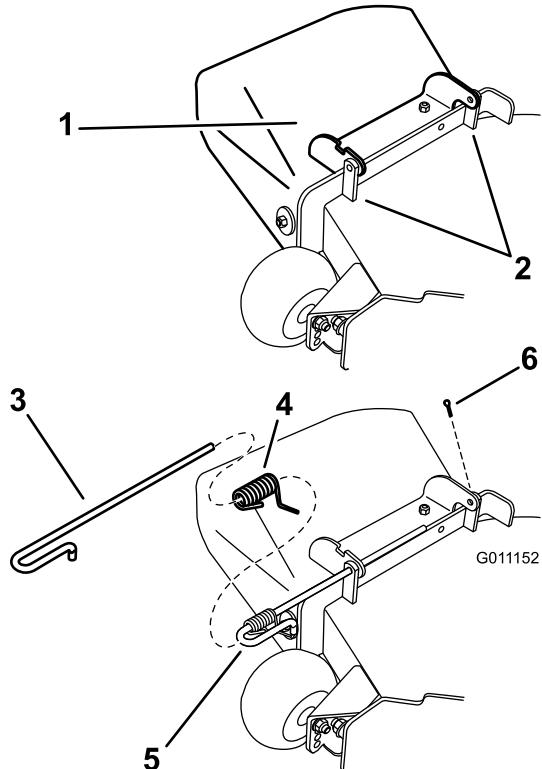

Bild 70
- Nehmen Sie den Splint von der Stange ab (Bild 70).
- Entfernen Sie die Feder von der Kerbe in der Ablenkblechhalterung und schieben Sie die Stange aus den geschweißten Mähwerkhalterungen, der Feder und dem Auswurfablenkblech (Bild 70). Entfernen Sie defekte oder abgenutzte Auswurfkanäle.
- Positionieren Sie das neue Auswurfablenkblech mit den Halterungsenden zwischen den geschweißten Halterungen am Mähwerk, wie in Bild 70 dargestellt.